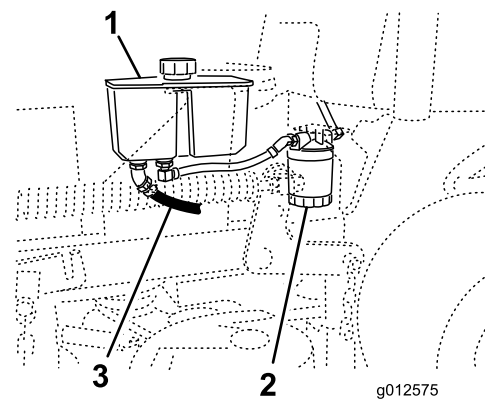

Bild 72
- Stellen Sie eine Auffangwanne am vorderen Hydraulikschlauch unter den Hydraulikbehälter (Bild 72).